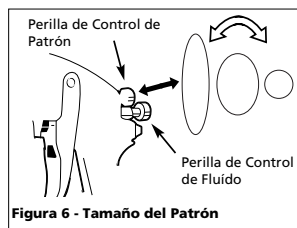

Figura 6 - Tamaño del Patrón
2. Seleccione la forma del patrón. Si desea cubrir una superficie amplia, gire la perilla de control en sentido contrario a las agujas del reloj. Si desea un patrón circular, gírela en el mismo sentido de las agujas del reloj (Vea la Figura 6).
3. Gire la perilla de control totalmente en el mismo sentido de las agujas del reloj, para cerrarlo (Vea la Figura 6).